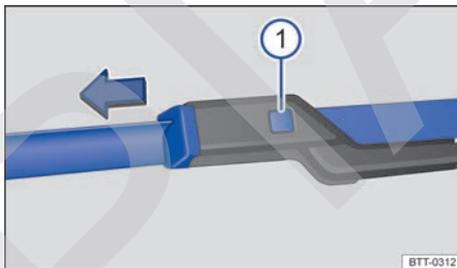

Fig. 93 Cambio de las escobillas limpiacristales del parabrisas.
- Mantenga presionada la tecla de desbloqueo → fig. 93 ① y tire al mismo tiempo de la escobilla en el sentido que indica la flecha.